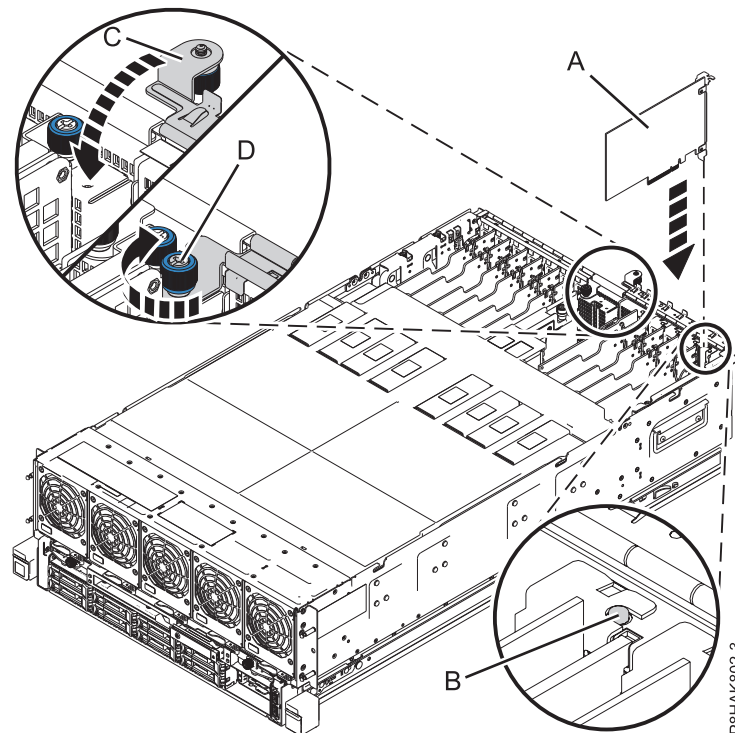

図 4. 8408-44E または 8408-E8E システムでの PCIe アダプターの取り付けまたは再取り付け
6. アダプターの上端またはテール・ストックを注意深く握り、図に示すように、システム・バックプレーン (A) のスロットとそのコネクタにアダプターを位置合わせします。7 ページの図 4
8. テール・ストックの切り欠きがシステム・シャーシのピンとかみ合ったことを確認します。図 4 の (B) を参照してください。
9. 入出力保持ブラケット (C) を下方に回転させ、拘束つまみねじ (D) をシステム・シャーシに固定されるまで締めて、入出力保持ブラケットを閉じます。『図 4』を参照してください。